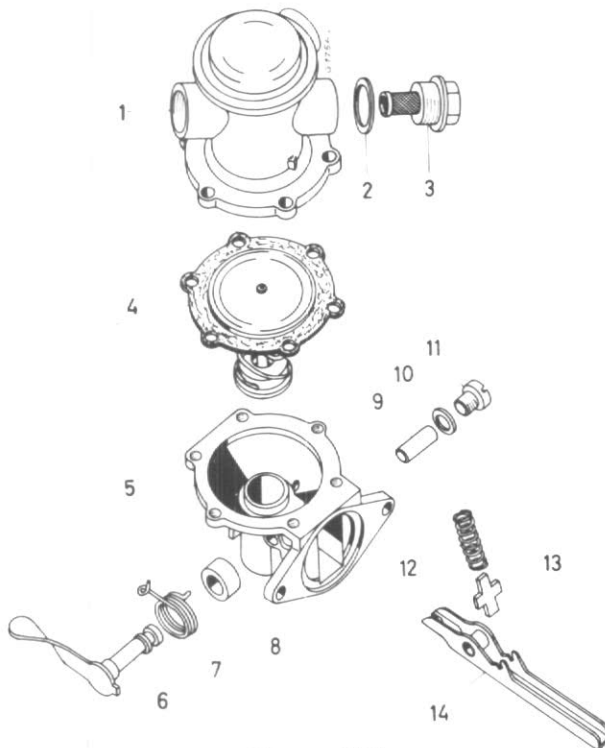

Figure 209
La pompe d'alimentation à membrane est entraînée par l'arbre à came du moteur. On peut également l'actionner à la main grâce au levier (6), fig. 209 pour effectuer le remplissage ou la purge du circuit.